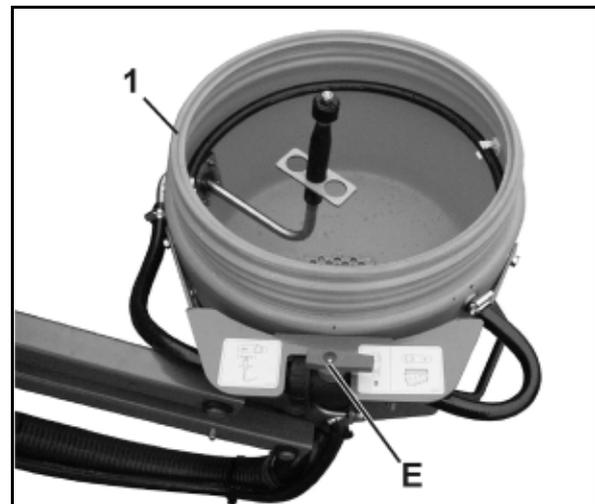

Fig. 60
5. Den für die Behälterfüllung berechneten und abgemessenen Präparat- bzw. Harnstoffmengen-Bedarf in den Einspülbehälter (Fig. 60/1) einfüllen (max. 34 l).